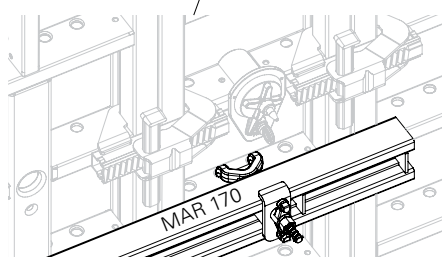

Fig. D4.02a
- Inserire i ganci di connessione dell'allineatore MAR nei fori centrali. (Fig. D4.02a)